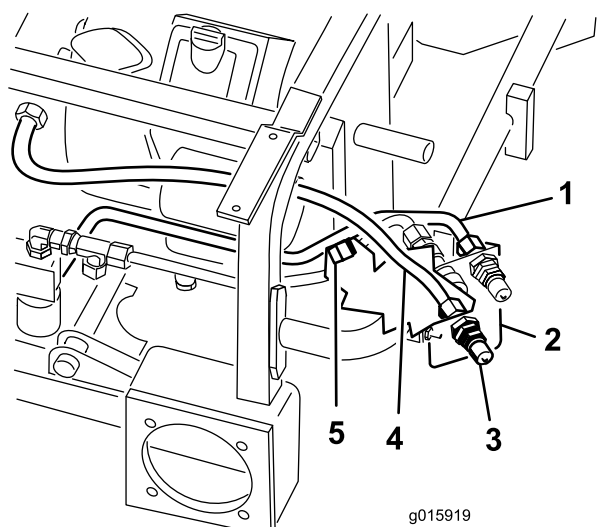

Figura 17
8. Collegate, senza serrarlo, il tubo (flessibile) idraulico numero 5 all'accoppiatore maschio inferiore (Figura 17).